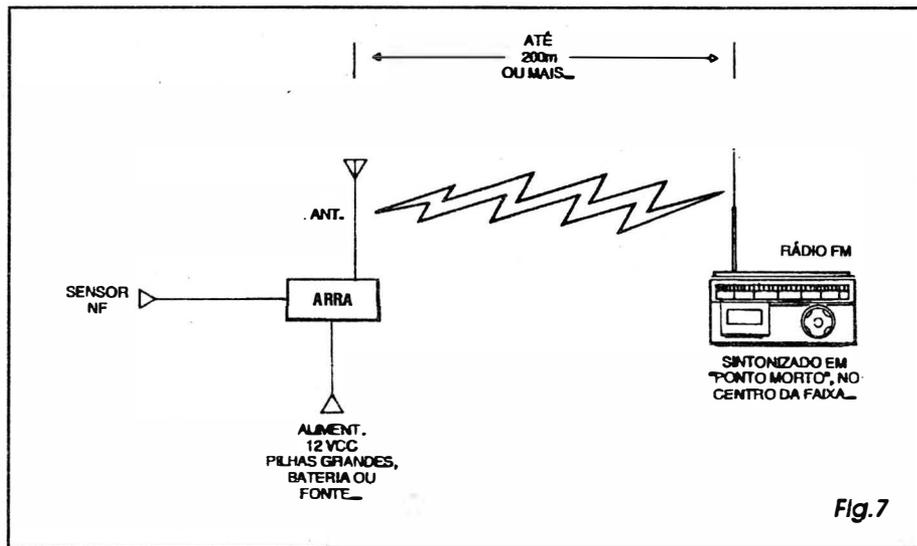

Fig.7
- **FIG. 7 - INSTALAÇÃO, CALIBRAÇÃO E UTILIZAÇÃO...** - Com o módulo do ARRÁ instalado no seu local definitivo, sensor(es) conectado(s), alimentação (12 VCC) fornecida, aproxima-se um receptor com faixa comercial de FM, sintonizando-o previamente num ponto vago (sem estação...) em torno da região central da faixa... Em seguida, *abre-se* o sensor
**- FIG. 7 - CHAPEADO DA MONTAGEM (PLACA DO RECEPTOR)** - Novamente, valem aqui todas as recomendações feitas para a placa do transmissor, vista e detalhada na figura anterior... O impresso é visto pela sua face não cobreada, em tamanho natural, etc., etc., etc..., devendo o caro leitor/hobbysta prestar especial atenção aos componentes polarizados, com posições rigorosas de inserção, no caso o transistor, o integrado e o capacitor eletrolítico, cada um deles com suas orientações claramente determinadas pelas estilizações, conforme é norma gráfica aqui em **APE**... Soldar direitinho, conferir tudo (antes, durante e depois...), observar bem as ilhas periféricas, codificadas e demarcadas para as conexões externas, são providências (como sempre...) obrigatórias... Durante a fase da colocação e soldagem das peças sobre as placas, os hobbystas iniciantes se beneficiarão de consultas ao **TABELÃO APE**, sempre que dúvidas surgirem... Vão lá, quando precisarem!